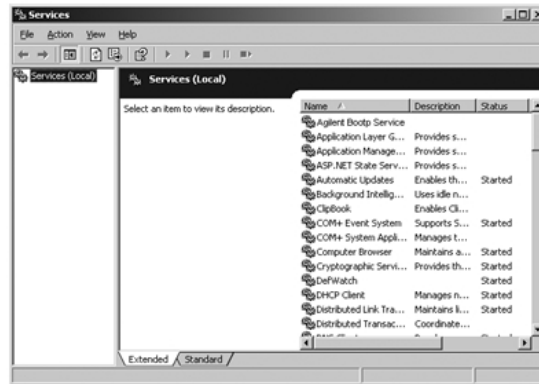

Figure 24 Écran des services de Windows
- 1 Dans la fenêtre du panneau de configuration (Control panel), sélectionner **Administrative Tools > Services**. L'écran **Services** s'ouvre, cf. Figure 24, page 80.